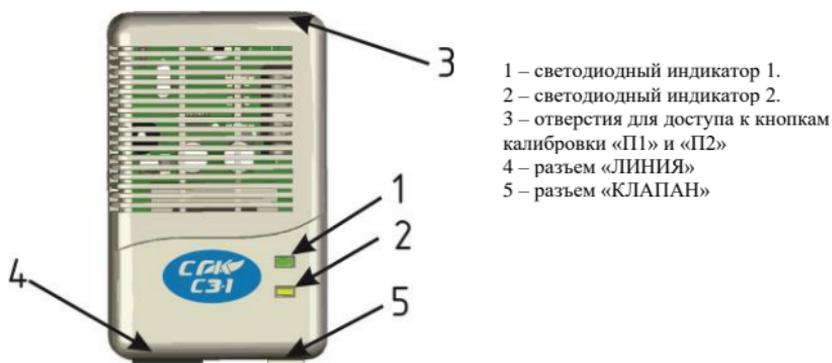

Рисунок 1. – Сигнализатор загазованности. Внешний вид.
–индикаторы 1 и 2 загораются зеленым цветом на 1 с, затем красным цветом. (рис. 1);
Затем сигнализаторы переходят в режим «ПРОГРЕВ». При этом игнорируются сигналы с датчика загазованности, что сопровождается прерывистым свечением светодиодного индикатора 1 (рис. 1). Цвет свечения – зеленый. По истечении времени прогрева сигнализаторы система входит в рабочий режим. При этом на всех сигнализаторах верхний индикатор горит постоянно зеленым цветом. Нижний индикатор на «ведущем» сигнализаторе горит зеленым цветом (при использовании клапана КЗГЭМ с индикацией положения, при открытом клапане) и желтым(оранжевым) при использовании бытового клапана КЗГЭМ-Б без индикации положения. На «ведомых» сигнализаторах нижний индикатор не горит.
Сигнализатор загазованности оснащен собственной световой (индикаторы 1 и 2 (рис.1) и звуковой сигнализацией.
1. клапан открыт – зеленый цвет свечения светодиода индикатора 2 (рис.1);
2. клапан закрыт – желтый (оранжевый) цвет свечения светодиода индикатора 2 (рис.1);
- индикаторы 1 и 2 загораются зеленым цветом на 1 с, затем красным цветом. (рис. 1);
Затем сигнализатор переходит в режим «ПРОГРЕВ». При этом в течение первых трех минут для СЗ-2 и одной минуты для СЗ игнорируется сигнал с датчика загазованности, что сопровождается прерывистым свечением светодиода индикатора 1 (рис. 1). Цвет свечения – зеленый. По истечении времени прогрева (табл. 1) сигнализатор входит в рабочий режим.